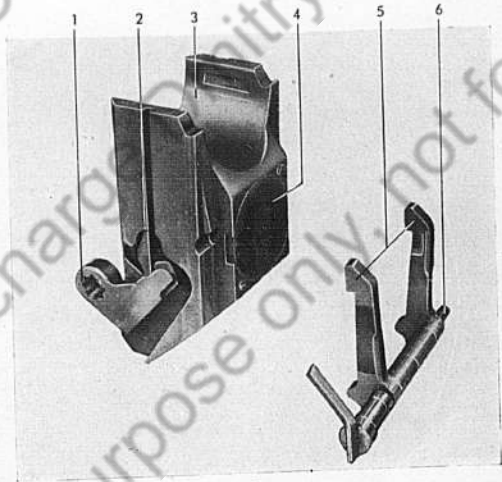

Bild 7
- Bild 7 Verschußkeil und Auswerfer ausgebaut, von vorn rechts